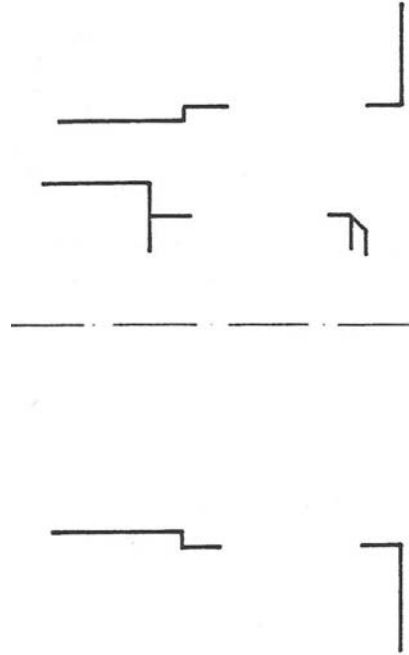

Abb.7: Loslagereinbau
- 33)a) Ergänze die Zeichnung (Abb.7). Ein Rillenkugellager 6206 soll als Loslager eingebaut werden. Zur axialen Sicherung sollen ein Sicherungsring und der Gehäuseabsatz dienen (Maßstab 1:1).